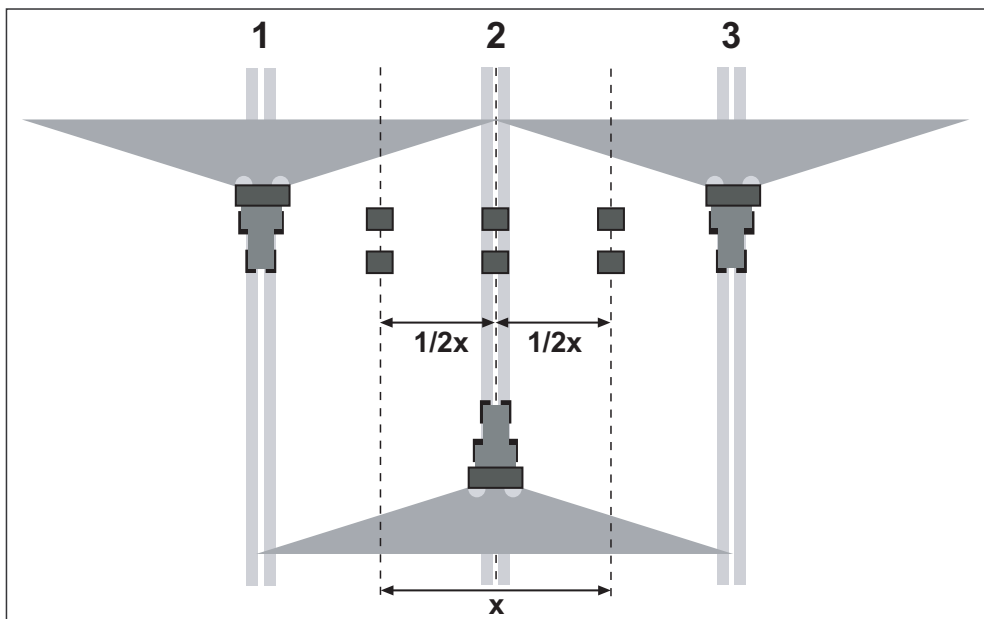

図 8.29: 3回走行の配置
- 図のように2つのトレーをオーバーラップゾーン（行路の間）に一行に置き（1 m 間隔）、1つはセンタートラックに配置します（図 8.29 を参照）。